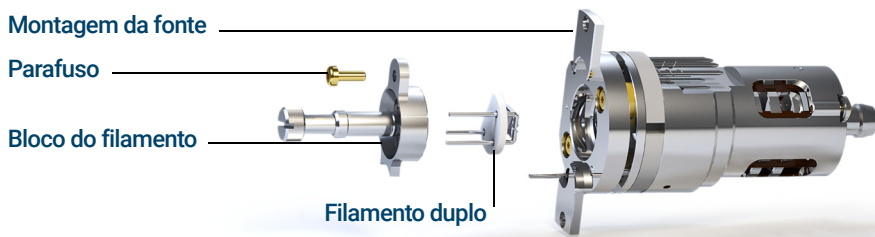

Figura 53 Substituição do duplo filamento
- 4 Remova o parafuso de fixação do bloco do filamento para a montagem da fonte. (Consulte **Figura 53**.)
- 2 Insira os três pinos sobre o filamento duplo através da parte traseira do bloco de filamento. (Consulte **Figura 53** na página 177.)